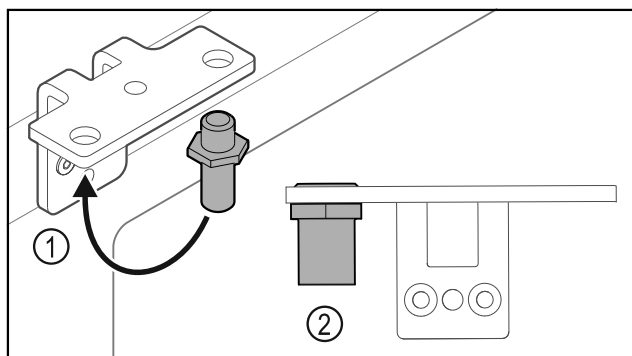

Fig. 30
- ▶ Sworznie Fig. 30 (1) przetożyć do zawiasu.
- ▶ Sworznie Fig. 30 (2) dokręcić z **momentem obrotowym 12 Nm**.